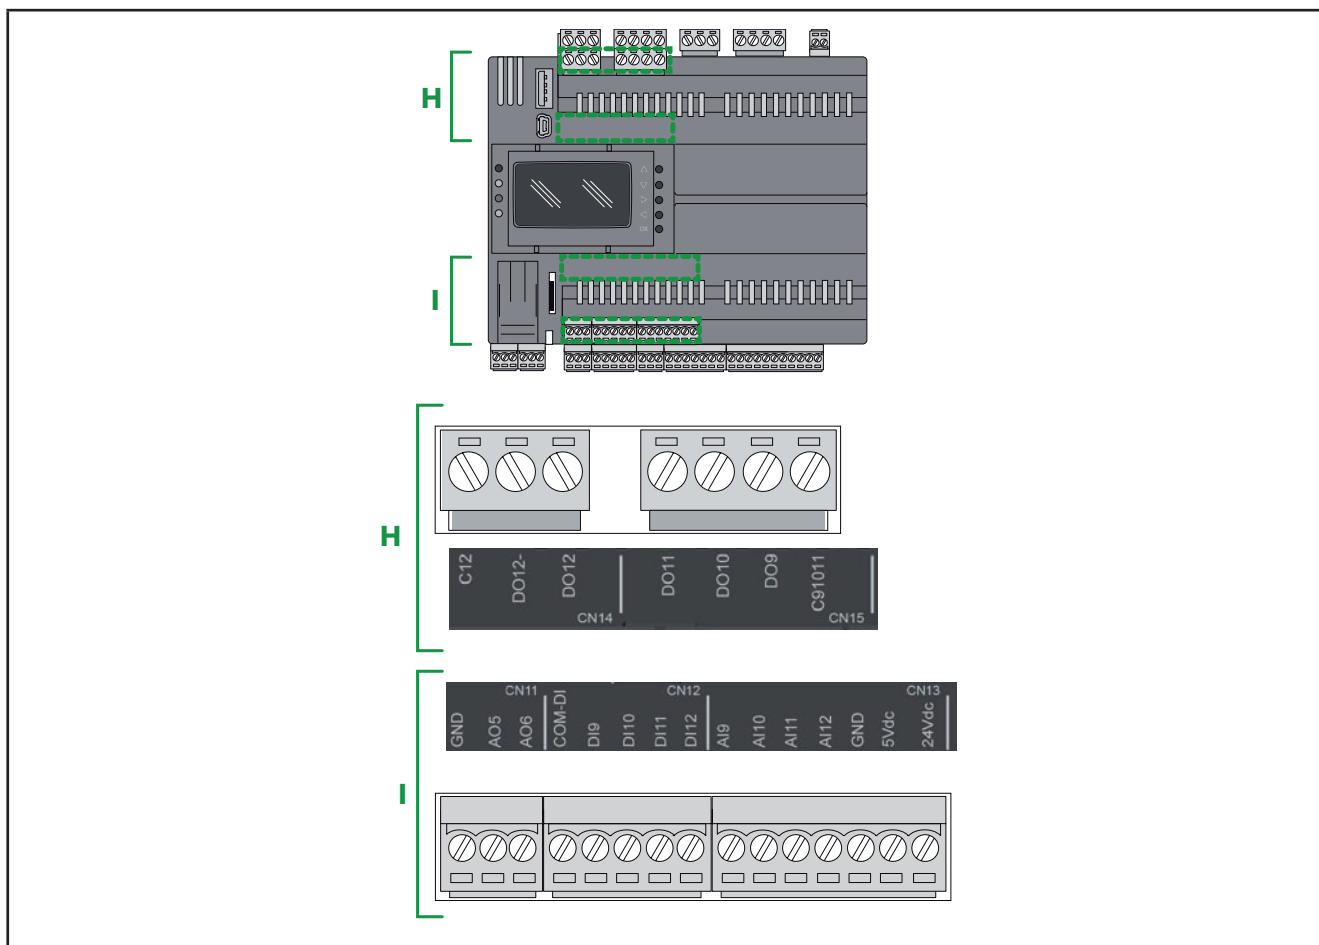

Fig. 23. Connecteurs de la carte supérieure EWCM 9000 PRO (HF)
Les étiquettes des E/S et des ports sont indiquées sur le boîtier du contrôleur **EWCM 9000 PRO (HF)** (voir **Fig. 22 page 39** et **Fig. 23 page 40**).